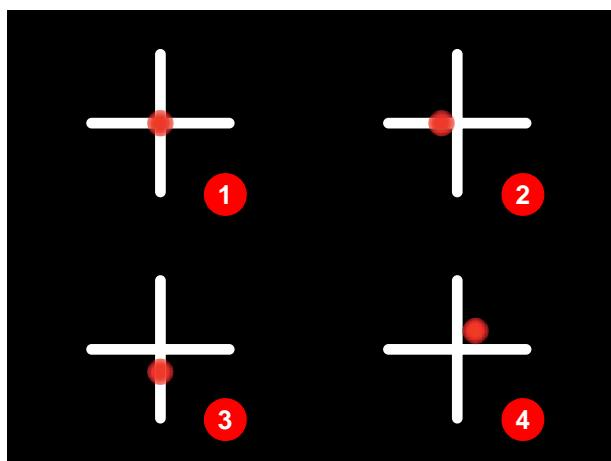
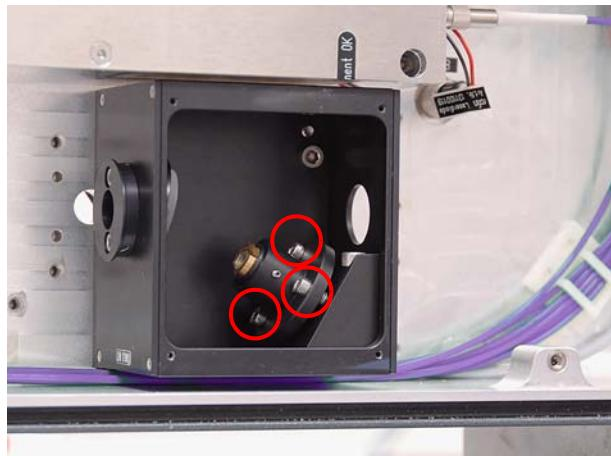

Abbildung 6.24 Justage des Positionierlasers kontrollieren
Abbildung 6.25 Justage Positionierlaser
11. Position des Positionierlasers zum abgebildeten Kreuz kontrollieren. Abbildung 6.24 zeigt Beispiele für mögliche Abbildungen:
- Justage in Ordnung (1)
- Austritt zu weit links (2)
- Austritt zu weit unten (3)
- Austritt zu weit oben rechts (4)
13. Positionierlaser über die drei Stellschrauben auf den Mittelpunkt des markierten Fadenkreuzes einstellen (Abbildung 6.25).